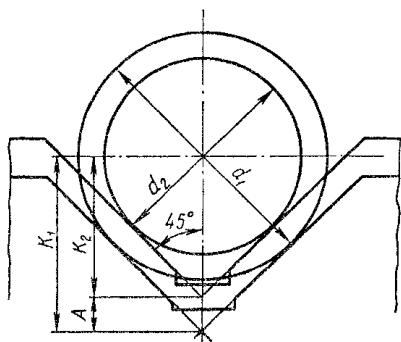

Рисунок 10 – Схема к расчету точности базирования
3. При конструировании приспособления выполняется ряд расчетов, и первым из них – расчет обеспечения правильного базирования заготовки. Так как заготовка базируется на двух ступенях разного диаметра, то призма под ступень меньшего диаметра должна быть расположена выше призмы под ступень большего диаметра на толщину *A* прокладки (рис. 10):